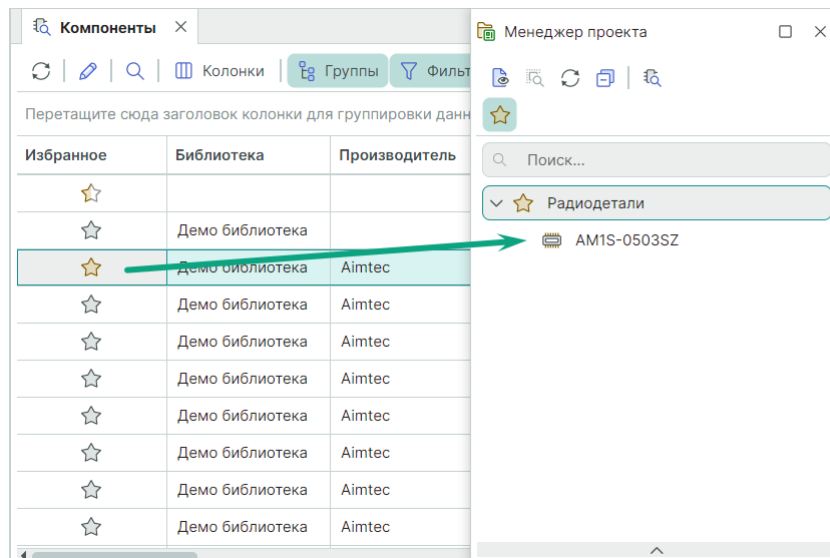

Рис. 43 Добавление радиодетали на вкладку «Избранное» панели «Менеджер проекта»
2. Наведите курсор на колонку «Избранное» и нажмите на символ ☆, см. Рис. 43.